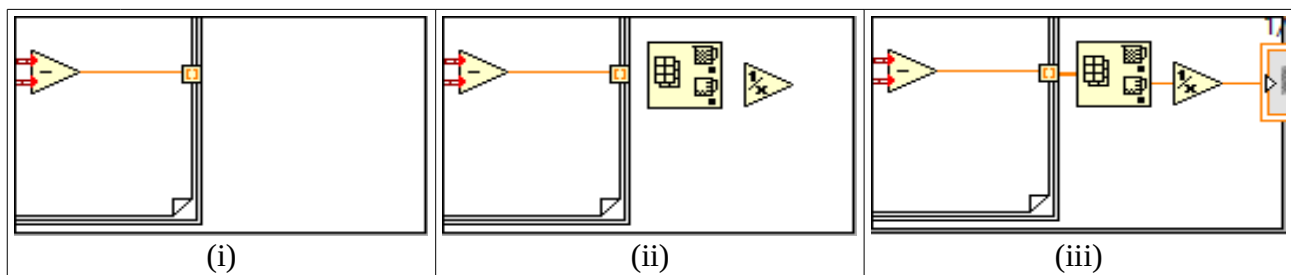

Fig. 3.6 – Passos para calcular a taxa de amostragem da conversão AD
Siga o procedimento a seguir para efetuar esta parte da programação, como ilustrado na Fig. 3.6:
- (i) – Conecte a saída do subtrator à borda direita do laço. Note que o túnel de saída estará em modo de indexação, de modo a que a saída do laço será também um vetor (Fig. 3.6.a).